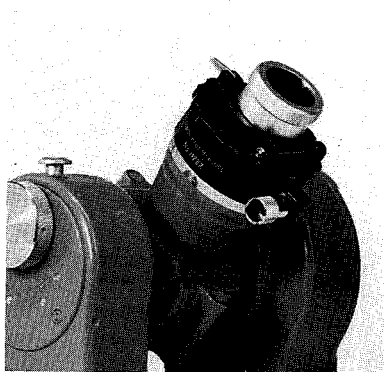
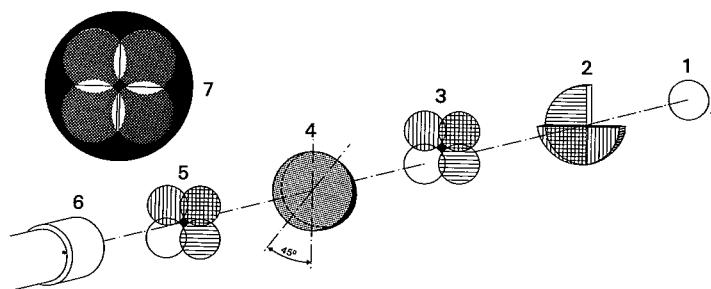
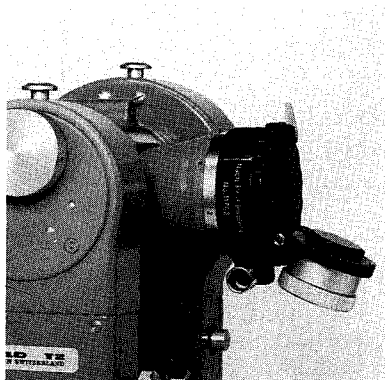

図25：ウィルドT 2 に、ウィルド・ルーロフ式プリズムを取り付けたところ。フォーク状の照準羽根が付いています。
図26：ウィルド・ルーロフ式太陽プリズム。
図27：太陽プリズムを外側へ開いたところ。
5.6.5 ウィルド・ルーロフ式太陽プリズム（図25、図26、図27）